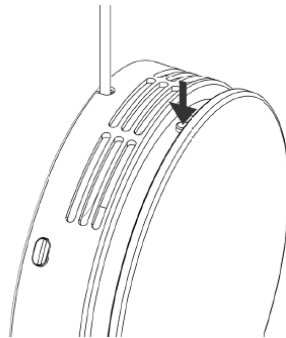

Abbildung 8 - Gerät ausschalten
1. Das Gerät wird ausgeschaltet, indem die obere Taste gedrückt wird, bis es sich ausschaltet, siehe nachstehende Abbildung 8 unten.